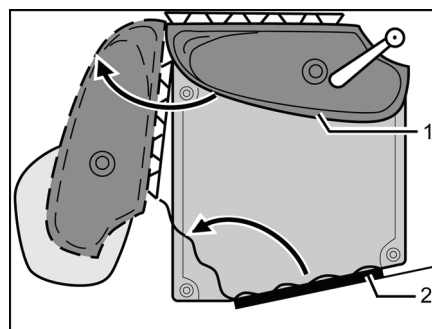

Bild 272 Vario-Toilette
- Waschbecken mit Rückwand (Bild 272,1) in Pfeilrichtung drehen.
- Den Toilettenraum betreten und die Toiletten-Eingangstür (Bild 272,2) von innen schließen und verriegeln.